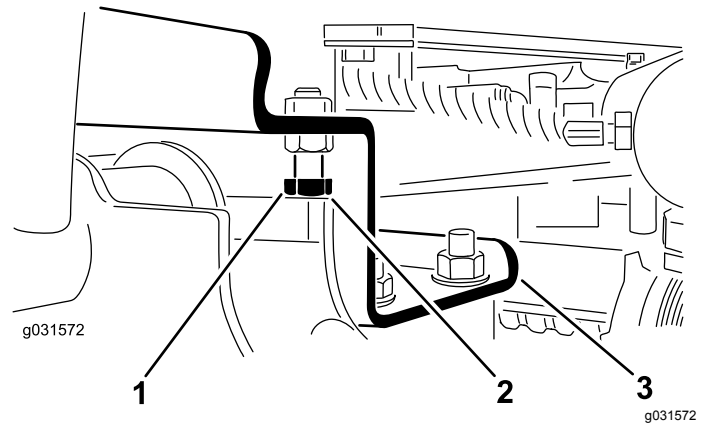

Рисунок 12
- A. Ослабьте затяжку упорных болтов (Рисунок 12).
2. Убедитесь, что зазор между каждым подъемным рычагом и фиксирующим болтом составляет от 0,13 до 1,02 мм, как показано на Рисунок 12.